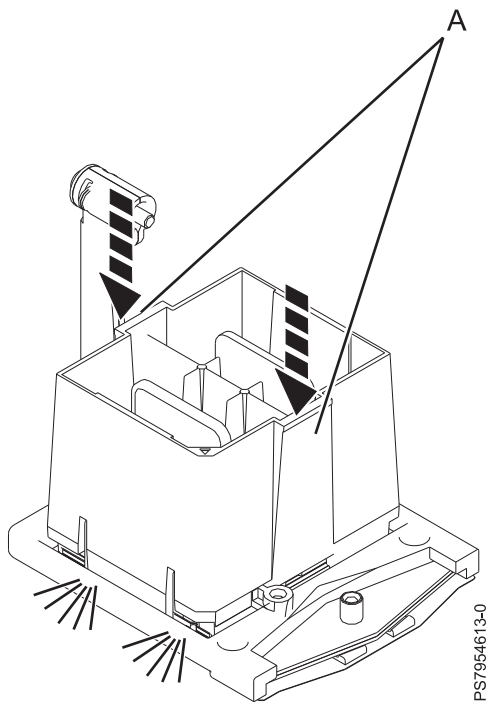

図 36. マイクロプロセッサーツールにロックする
- c. マイクロプロセッサの上部に付いている取り外しツール (A) を使用し、このツールを押し下げて、マイクロプロセッサをツールに固定します (80 ページの図 36 を参照)。